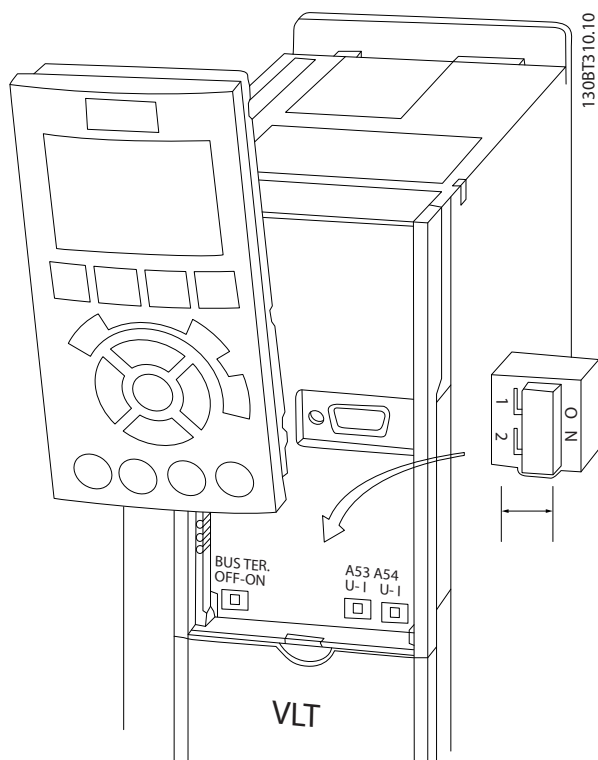

Рисунок 2.20 Расположение переключателей клемм 53 и 54
- Доступ к переключателям можно получить, сняв LCP (см. Рисунок 2.20). Обратите внимание, что некоторые дополнительные платы для устройства могут закрывать данные переключатели, и для изменения позиции переключателя их потребуется снять. Всегда отключайте питание устройства перед снятием дополнительных плат.